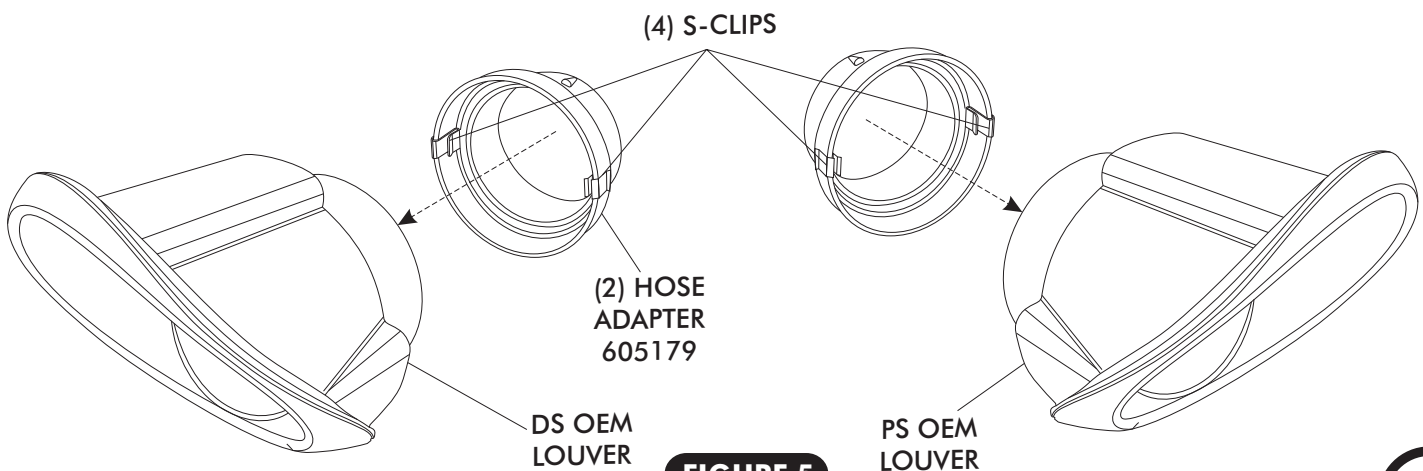

FIGURE 5
- INSTALL S-CLIPS ON HOSE ADAPTERS AS SHOWN IN FIGURE 5 BELOW.
- INSTALL DRIVER & PASSENGER SIDE HOSE ADAPTERS ON OEM LOUVERS. SEE FIGURE 5 BELOW